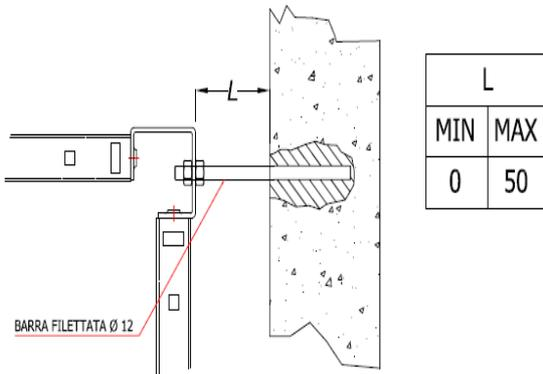

Fig. 11.1
- ✓ Per questa ipotesi di fissaggio della struttura riferirsi alle indicazioni nel riquadro per la distanza L MIN e MAX (Fig. 11.1).